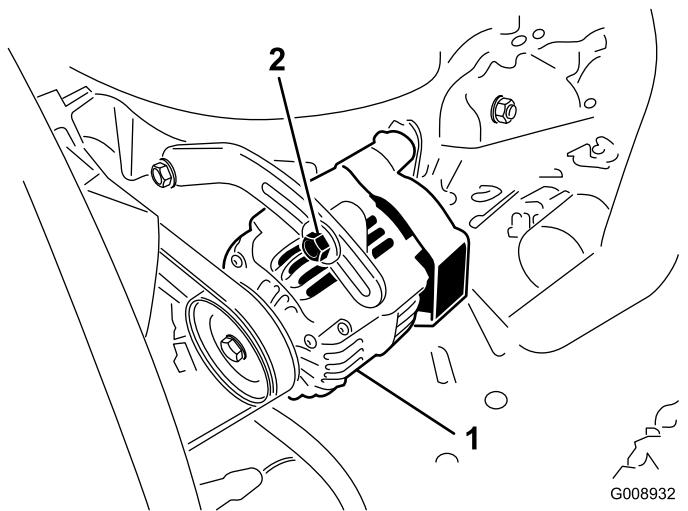

Bild 63
2. Lockern Sie bei einer Durchbiegung von mehr oder weniger als 10 mm die Befestigungsschrauben der Lichtmaschine (Bild 63).